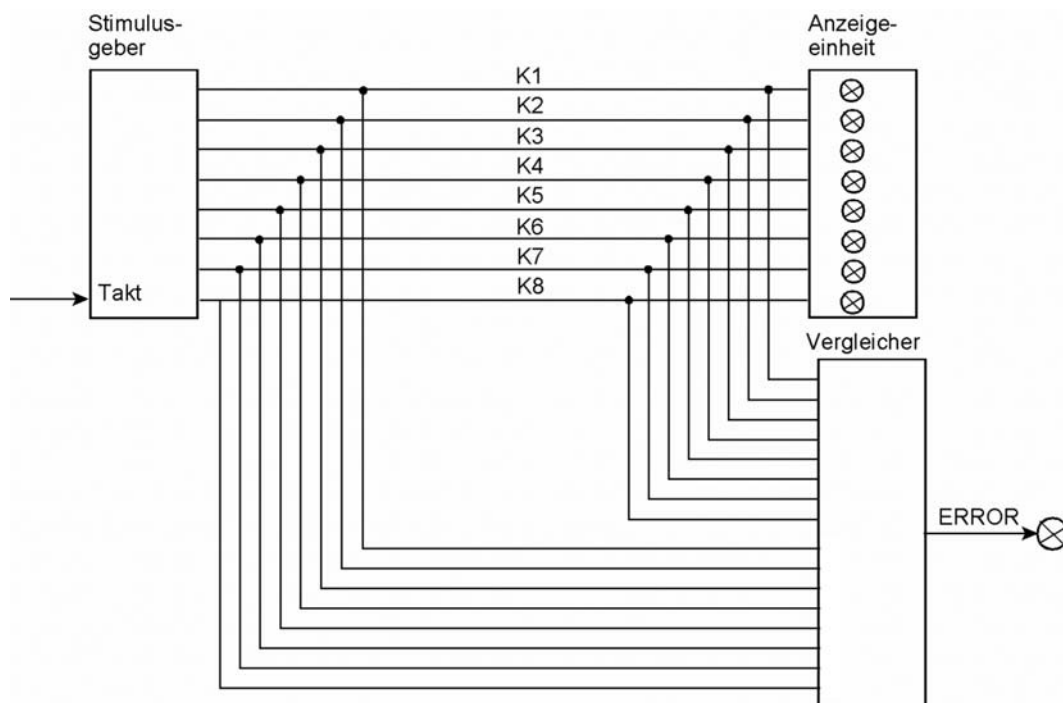

Abb. 15
32. Entwerfen Sie einen Kabeltester (Abb. 15). Er soll Kabel mit maximal acht Einzelleitungen prüfen können (vgl. die übliche Netzwerkkabel). Ein solcher Tester besteht aus einem Stimulusgenerator, einer Anzeigeeinheit und einem Vergleicher. Der Stimulusgenerator wirkt so, daß er zunächst eine 1 auf die erste Leitung gibt, dann eine 1 auf die zweite Leitung usw.